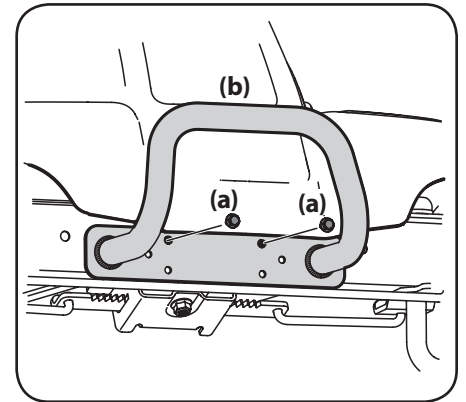

Figure 2-13
2. Positionnez le pare-chocs sur les trous de montage et attachez-le avec la quincaillerie retirée à l'étape précédente. Voir la Figure 2-13.